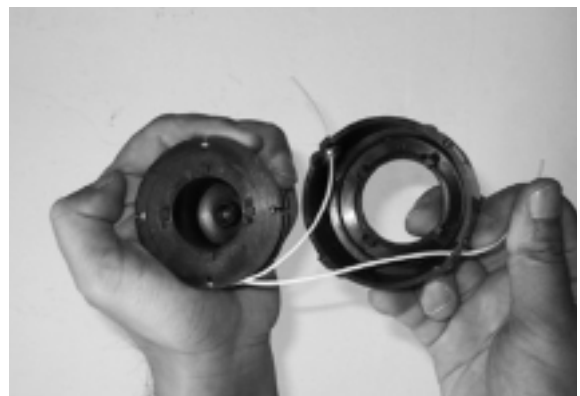

Fig. 26
7. Insérez le fil dans chaque orifice du support de bobine, et faites glisser la bobine dans ce support. (Fig. 26)